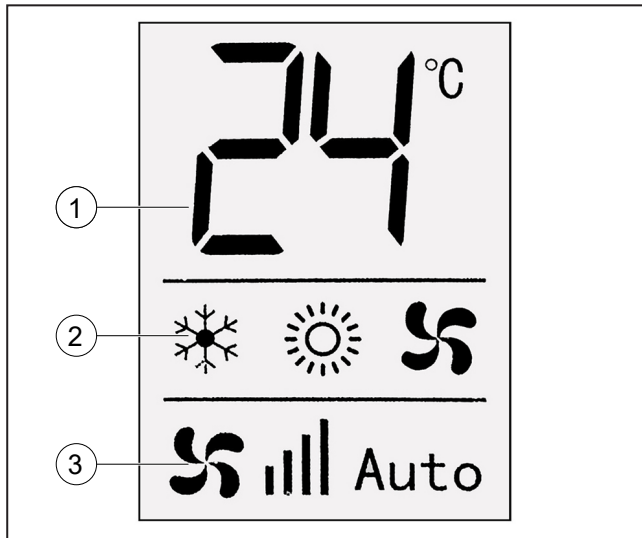

Fig. 5
Cuando el acondicionador de aire es alimentado por la red eléctrica pero está apagado, el display muestra solo la temperatura ambiente en el primer campo ("Fig. 5" ref. 1).
Cuando el acondicionador de aire está encendido, en el campo central ("Fig. 5" ref. 2) aparecen resaltados los símbolos que describen el modo de funcionamiento:
En el tercer campo ("Fig. 5" ref. 3) se muestra el modo de funcionamiento del ventilador.
Las dos cifras del primer campo ("Fig. 5" ref. 1) normalmente indican la temperatura ambiente medida por el acondicionador de aire en el interior de la autocaravana.